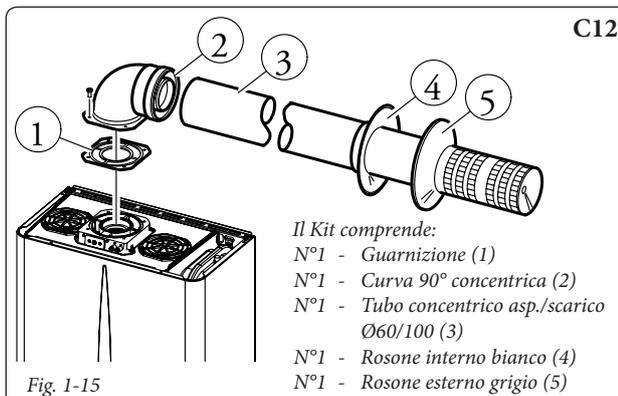

Fig. 1-15
Questo terminale permette l'aspirazione dell'aria e lo scarico dei fumi direttamente all'esterno dell'abitazione. Il Kit orizzontale può essere installato con l'uscita posteriore, laterale destra, laterale sinistra e anteriore (Fig. 1-15÷1-21).
**Kit orizzontale di aspirazione - scarico Ø60/100.** Montaggio kit (Fig. 1-15): installare la curva con flangia (2) sul foro centrale della caldaia interponendo la guarnizione (1) e serrare con le viti presenti nel kit. Innestare il tubo terminale (3) con lato maschio (liscio), nel lato femmina (con guarnizioni a labbro) della curva (2) sino a portarlo in battuta, accertandosi di avere già inserito il relativo rosone interno ed esterno, in questo modo si otterrà la tenuta e la giunzione degli elementi che compongono il kit.